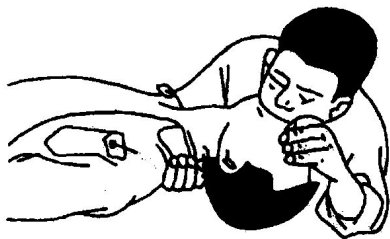

图 1-1-12 吹气
b. 用一只手捏紧触电者的鼻子,另一只手托在触电者颈后,将颈部上抬。抢救者深深吸一口气,用嘴紧贴触电者的嘴,大口吹气,使触电者胸部扩张,如图 1-1-12 所示。